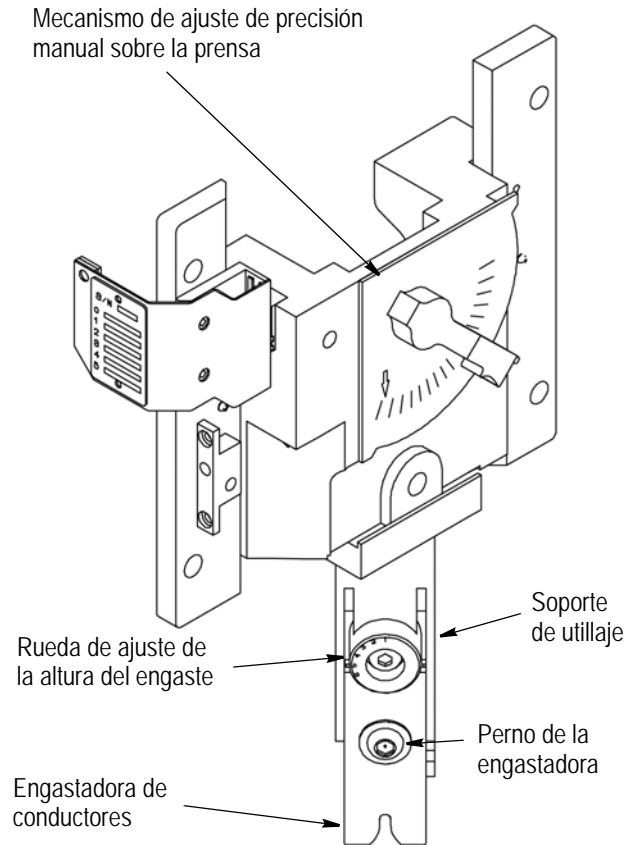

Figura 7
4. Afloje el perno de la engastadora (Figura 7).
5. Gire la rueda de ajuste de la altura del engaste (Figura 7) una posición. Si se necesita menos altura, disminuya el número de la rueda de ajuste. Si se necesita más altura, aumente el número de la rueda de ajuste.